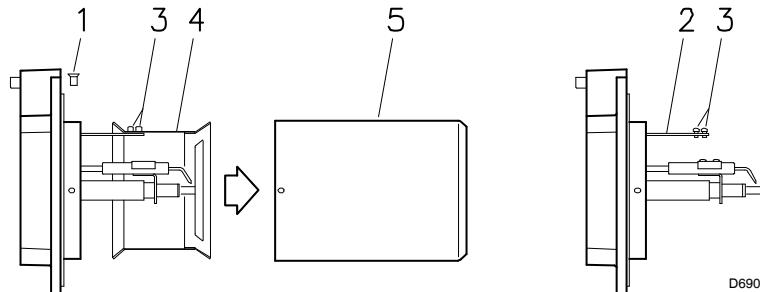

Fig. 7
5.5 Fissaggio del bruciatore alla caldaia (Fig. 7)
- Svitare le viti 1) (Fig. 7) e smontare il boccaglio 5)